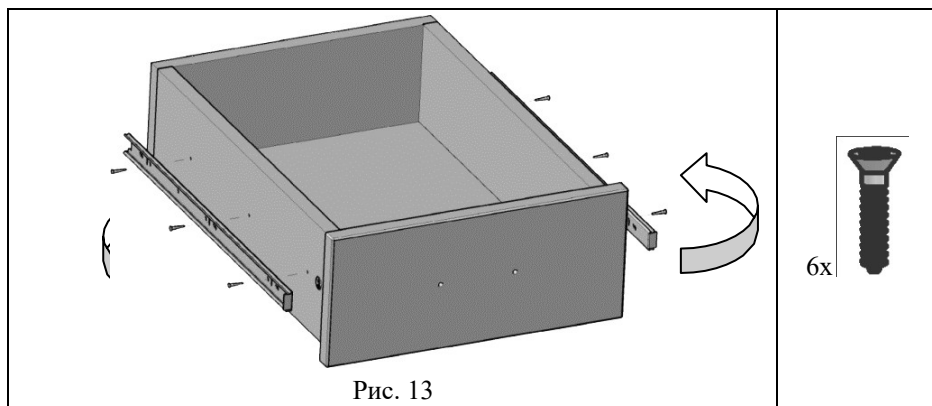

Рис. 13
5.2.5 К боковинам ящика прикрутить снятые части направляющих при помощи евровинтов ЕС 4,0x13 (поз.7, пакет №124) предварительно совместив отверстия на направляющей с отверстиями в боковине ящика (см. рис. 13, 13а).
Рис.13а